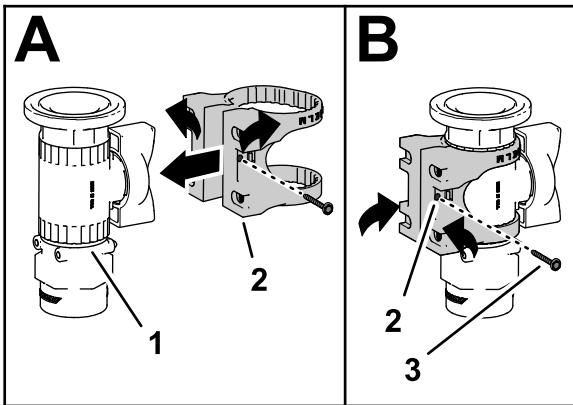

Figure 20
4. Montez le support de vanne sur la vanne de commande droite, comme montré en A à la Figure 20.
5. Fixez le support de montage sur la vanne de commande à l'aide d'une vis à embase (n° 6), puis serrez la vis à la main (B de Figure 20).